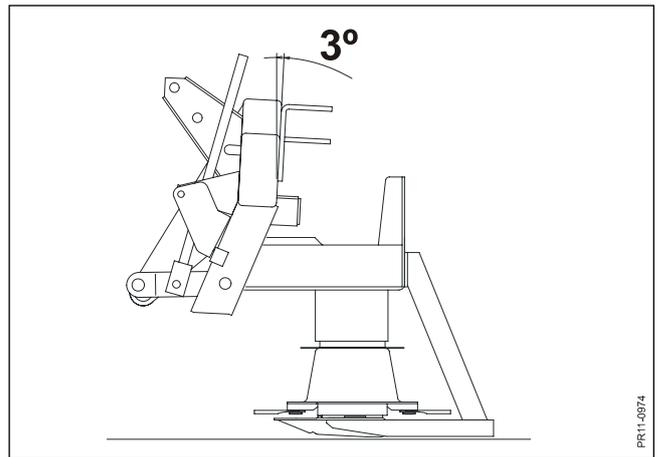

Fig. 3-9
- Fig. 3-9** Die Stoppelhöhe kann erhöht werden, indem die Maschine bis zu 3° nach hinten gekippt wird, so daß der Mähbalken waagrecht über den Boden fährt.